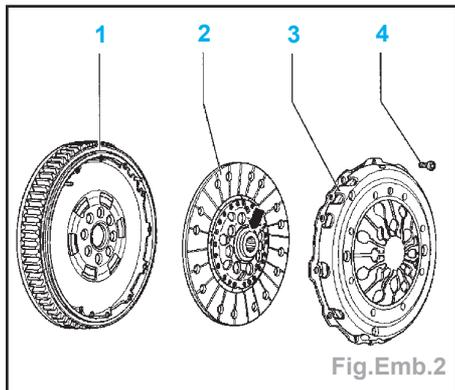

Fig.Emb.2
Attention : pour les véhicules équipés de moteurs 2,4 diesel à partir du N° moteur 369 935 ou équipés de la boîte de vitesses 02G, orienter l'extrémité la plus courte du moyeu (flèche) du disque d'embrayage (2) vers le mécanisme d'embrayage (3) (Fig.Emb.2).